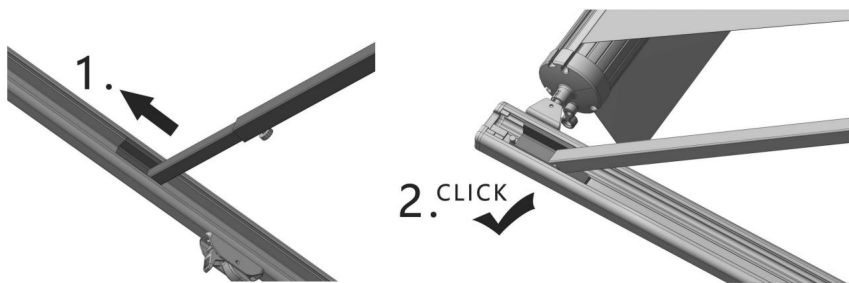

Figura D5
4.1.4 Empuje la varilla interior a lo largo de la varilla de soporte, deslícela y engánchela en la hebilla ubicada en la cabeza del brazo de soporte (Figura D5), luego apriete la perilla de bloqueo negra para fijar la varilla interior.